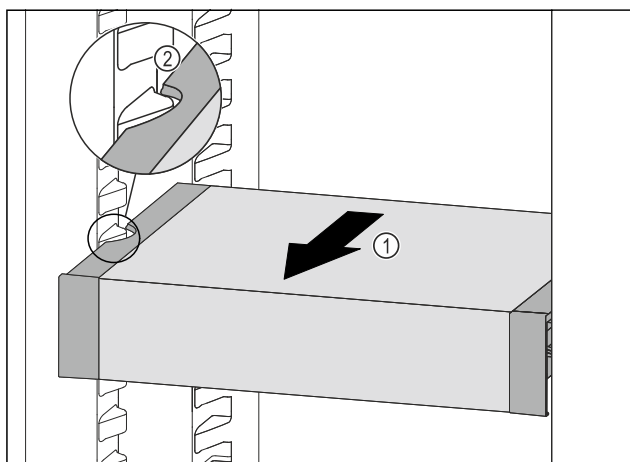

Fig. 123
- VarioSafe pociągnąć w przód Fig. 123 (1), aż boczne wycięcia szuflady VarioSafe będą się znajdować na wysokości żebrowania pojemnika w chłodziarce. Fig. 123 (2)